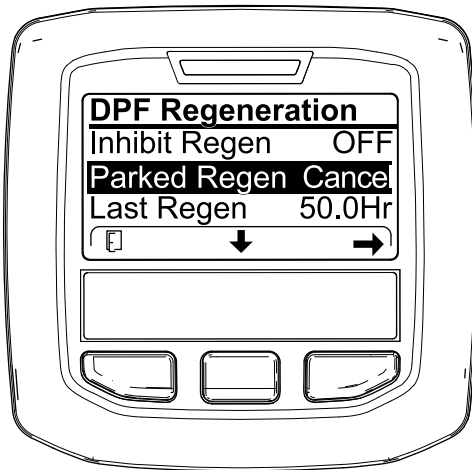
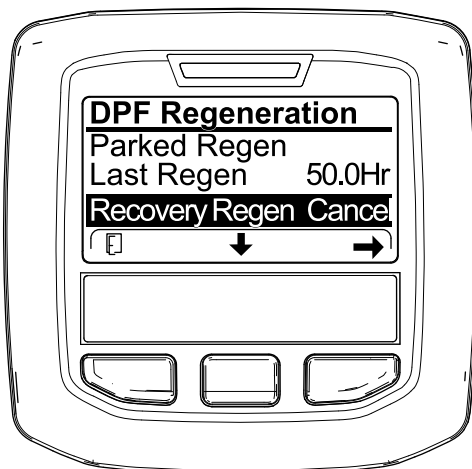

Figure 60
Figure 61
1. Ouvrez le menu DPF Regeneration (régénération du FAP) (Figure 60).
2. Appuyez sur le bouton central pour naviguer jusqu'à l'option PARKED REGEN CANCEL (Figure 60) ou RECOVERY REGEN CANCEL (Figure 61).
3. Appuyez sur le bouton droit pour sélectionner l'option Regen Cancel (annulation de régénération) (Figure 60 ou Figure 61).